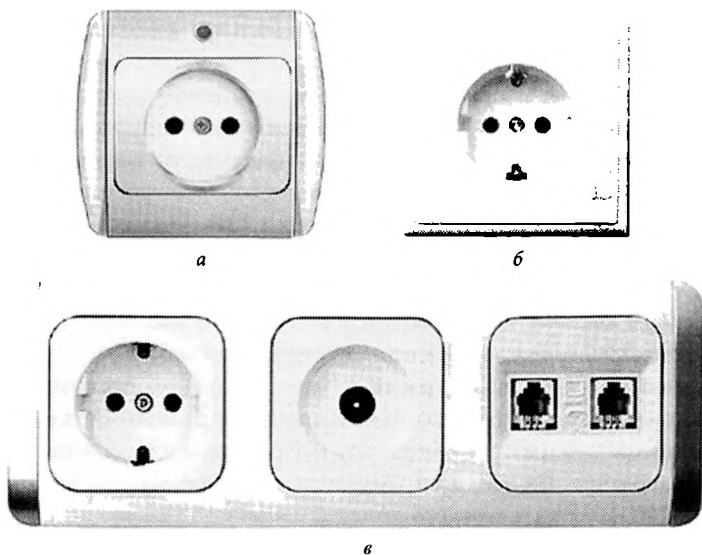

Рис. 2.25. Розетки:
**Розетки (разъемы).** Полное название — штепсельная розетка (рис. 2.25, я). Все знают, что это. Нет такого дома, который обходится без розеток. Ведь именно через розетки происходит подключение электроприборов, без которых немислима современная жизнь. Розетка — это часть штепсельного соединения, в которое также входит вилка. Эти составляющие называют «мамой» и «папой». Разнообразностей розеток существует такое огромное количество, что непосвященному человеку бывает очень сложно разобраться, какая именно ему нужна. Чтобы определиться с выбором, необходимо знать кое-какие технические подробности. Любая розетка состоит из следующих основных элементов:
У **розеток с заземлением** есть контакты, соединенные с заземляющим проводом (рис. 2.25, б). Такие розетки предназначены для установки в электрические сети, в которых предусмотрено заземление.
Среди многочисленных видов разнообразных розеток встречаются такие, которые объединяют в одном корпусе электрические, антенные, телефонные и компьютерные разъемы (рис. 2.25, в).